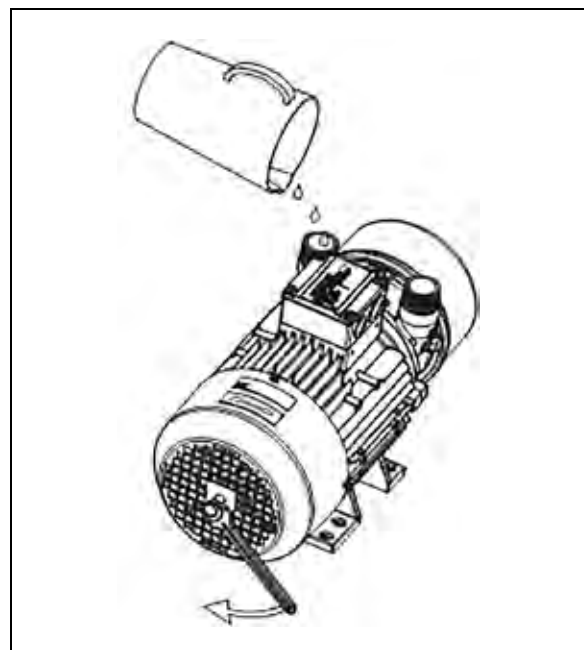

Fig. 14 : Plein d'agent de conservation et rotation de l'arbre
- Faire passer une vis M6 ou M8 (selon le type) dont la tige est suffisamment longue à travers l'ouverture centrale de la grille protectrice du ventilateur et la visser dans le bout de l'arbre d'entraînement sur le côté extérieur du ventilateur (voir Fig. 14, p. 31).